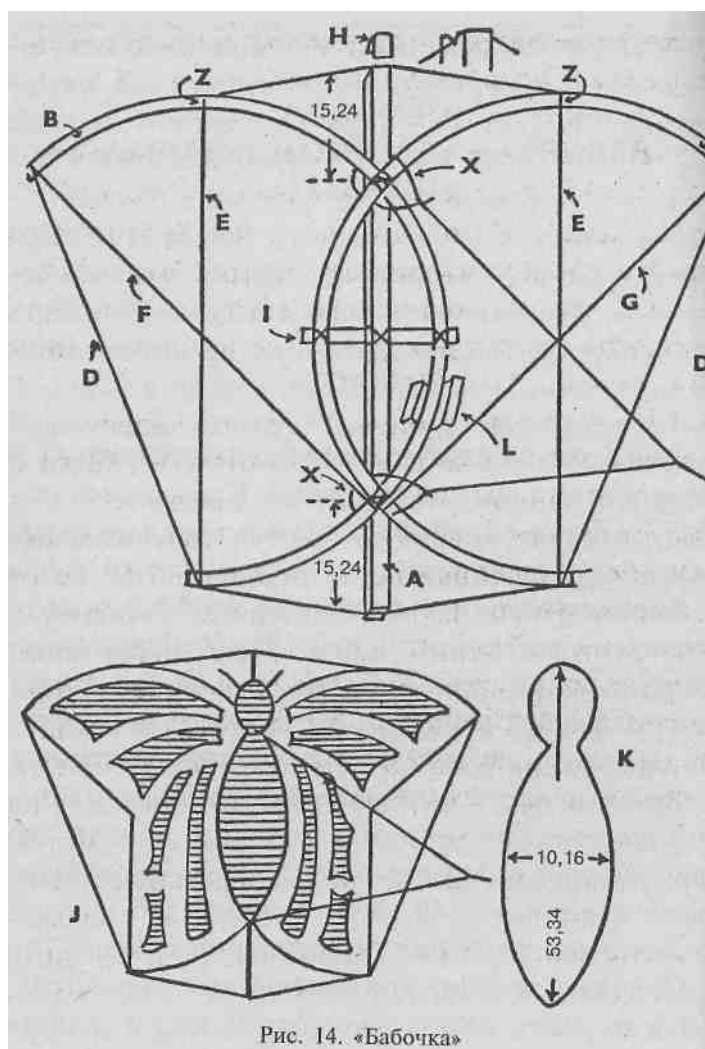

Рис. 14. «Бабочка»
Сначала делают криволинейные элементы. Смажьте один конец элемента В клеем и прикрепите к нему крепкую нить. Согните тростник в виде полукруга, как показано на рис. 14. Закрепите нить на другом конце, предварительно промазав его клеем, чтобы нить не сползала. На рис. 14 эта нить обозначена как D. Длина этой стяжки должна быть примерно 63,5 см. Прикрепите, другую нить к нижнему концу полукруглого элемента В и протяните ее к точке Z, которая отстоит на 15,24 см от
Теперь можно собирать каркас. Закрепите В на основной рейке в 15,24 см от ее верхнего и нижнего концов. Используйте для этого прочные нити или ковровую пряжу. Получится небольшая внутренняя петля глубиной 7,62 см от основной рейки. Закрепите С таким же образом. Прикрепите стяжки F и G в точках, показанных на рис. 14, и пропустите через точку на основной рейке. Приклейте полоски ткани на торцы основной рейки, чтобы не сползали стяжки (H).
Внимательный читатель обратит внимание на то, что существует опасность того, что крылья каркаса могут сложиться под напором ветра. Чтобы избежать этого, делается следующее. Отрежьте кусок рейки длиной около 20,32 см и укрепите его посередине основной рейки с ее задней стороны. К ее концам приклейте тростниковые элементы, как показано на фрагменте I (рис. 14). Это предохранит крылья от смещения во время полета змея.
Следующий шаг — изготовление обтяжки. Ее очертание показано на фрагменте J (рис. 14). Надо взять легкую, но плотную бумагу (рекомендуется пергамент). Она обычно бывает в листах, которые следует склеить. Положите каркас на бумагу и обведите его по контуру мягким карандашом. Прибавьте вокруг запас на подгиб в 5,08 см. Вдоль края подгиба сделайте прорезы. С ними будет удобнее устанавливать обтяжку. Вырежьте туловище и головку бабочки из картона, из которого делают почтовые открытки (см. фрагменты J и K, рис. 14). Обтяжку раскрашивают яркими масляными красками. В качестве фона хорошо использовать алюминиевую краску. После того как краска подсохнет, приклейте I обтяжку к каркасу, подгиб оберните вокруг полукруглых элементов и внутренних стяжек. Старайтесь получить ровную, плотно натянутую поверхность. Потом приклейте туловище бабочки. Поверните змея и с его обратной стороны приклейте к гнутым элементам и обтяжке на равных расстояниях полоски размером 2,54 x 6,35 см, как показано на фрагменте L (рис. 14).
Уздечка прикрепляется к точкам X (рис. 14). Для нее возьмите прочный шнур длиной 152,4 см. Важно заметить, что уздечка крепится к точкам 1 соединения элементов (см. рис. 14). Там показаны свободные петли, чтобы не затемнять чертеж. На самом деле эти петли должны быть плотными. Они расположены в самых прочных местах каркаса. Если это правило не выполнить, то каркас может сломаться. Как можно заметить, для того чтобы прикрепить уздечку, надо проткнуть обтяжку. Это надо сделать осторожно и наклеить в нужных местах шайбы из картона, чтобы обтяжка не порвалась.